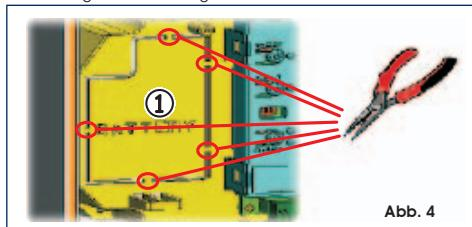

Abb. 4
Der Pufferbatteriesatz wurde so ausgelegt, dass er in die Halterung der elektronischen Karte eingesetzt werden kann. Diese Halterung (Bez. ①, Abb. 4) wurde so ausgebildet, dass die Öffnung des Batteriefachs möglich ist.